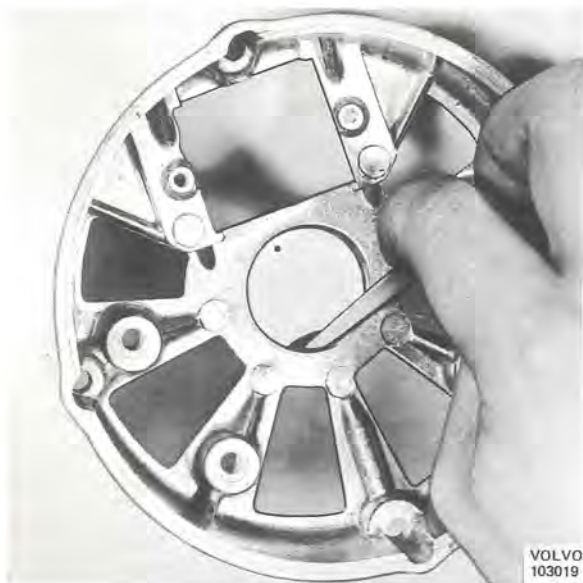

Bild 3-42. Demontering av O-ring
1. Tag bort O-ringen med ett stålblad med avrundade kanter (t ex bladmått), bild 3-42.